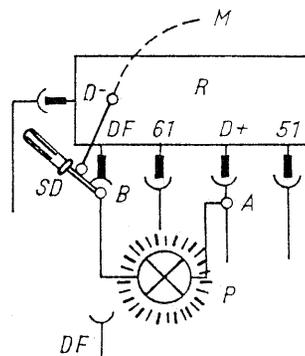

Fig. 64
- Se servir d'un tournevis (ou d'un outil auxiliaire similaire) pour établir la connexion directe entre la borne DF (régulateur) et le chapeau de régulateur (masse) (voir fig. 64).